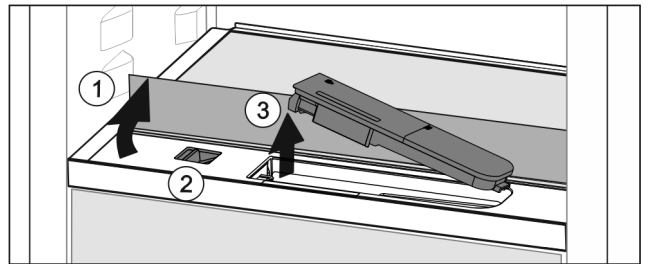

Fig. 87
- ▶ Glasplaat heffen en tot de aanslag naar achter klappen Fig. 87 (1).
- ▶ Schuif Fig. 87 (2) naar links schuiven.
- ▶ Waterreservoir eruit halen Fig. 87 (3).